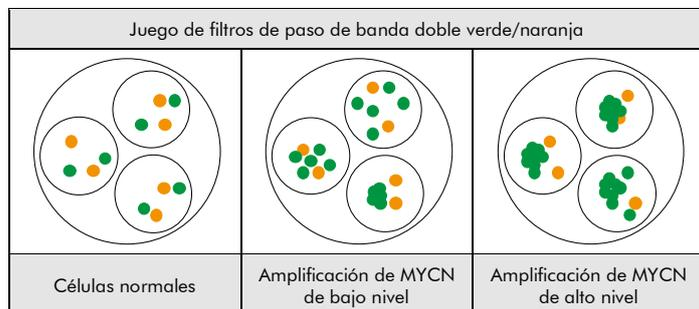

Fig. 2: Resultados previstos en núcleos normales y anómalos
**Situación normal:** En las interfases de células normales o células sin una amplificación que implique la región del gen MYCN, aparecen dos señales verdes y dos naranjas (ver Fig. 2).
**Situación anómala:** En células con una amplificación de la región del gen MYCN se observará un aumento del número de señales verdes o grupos de señales verdes (ver Fig. 2).